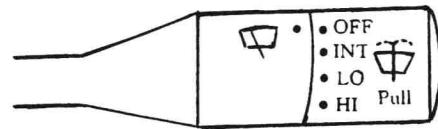
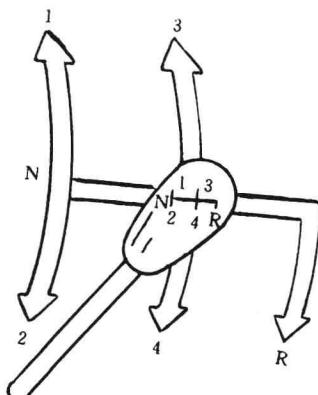

图 1-6 雨刮器开关
图 1-7 变速器操纵杆档位
⑤雨刮器开关。如图 1-6 所示，雨刮器开关有两个档位。第一档为低速档，第二档为高速档。把开关手柄朝上抬动时，车窗洗涤液就喷出，以便于雨刮器清洁挡风玻璃。
(3) 其它操纵机构
①变速操纵杆。奥拓轿车采用四档变速器，即 4 个前进档和 1 个倒档，如图 1-7 所示。变速操纵杆处于图中“1”、“2”、“3”、“4”位置时，分别对应 I 档、II 档、III 档、IV 档；处于“R”位置为倒档，“N”位置为空档。行车中通过改变档位，可变换不同的行驶车速和驱动力，以满足需要。